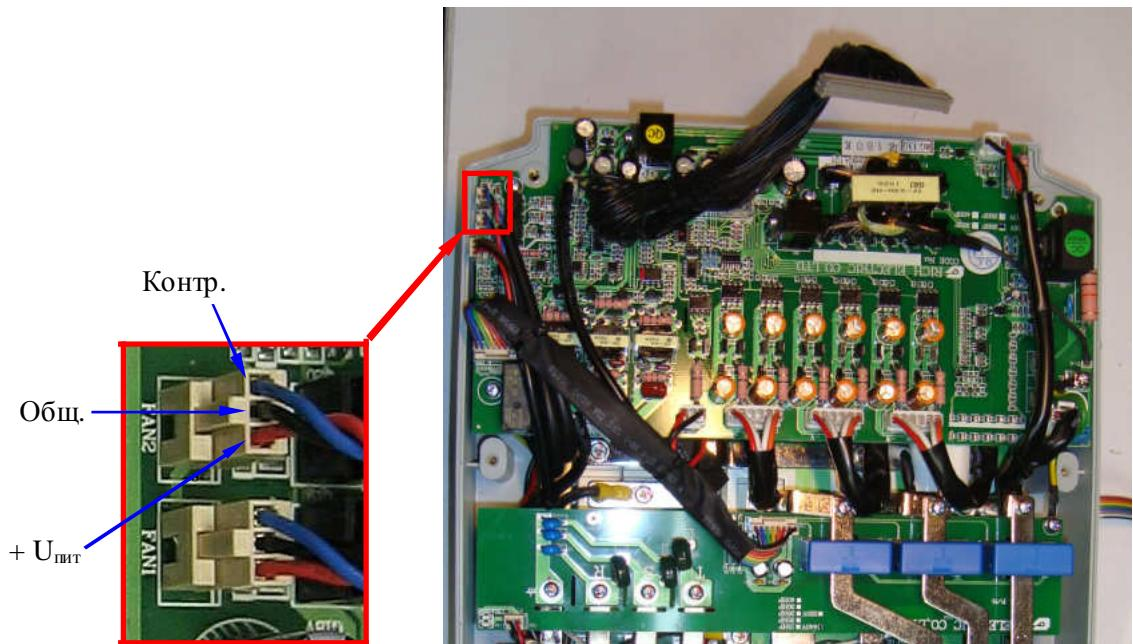

Рис. 4.22. Диагностика вентиляторов.
4.10.3. Отсоединить разъем вентилятора от платы драйверов и проверить его вращение, подав напряжение =24 В от источника питания (п.3.4.3) на контакты +Uпит и Общ (рис.4.22). При отсутствии вращения – вентилятор заменить (п. 5.3).
- 4.10.5. В случае появления сообщения об ошибке «ОН2» поочередно измерить напряжение на разъёмах FAN 1 и FAN 2 между выводами Общ и Контр. (см. рис. 4.22). У исправного вентилятора напряжение при работе должно составлять менее 1 В. Если напряжение составляет 13...18 В - вентилятор неисправен, он подлежит замене (п. 5.3).